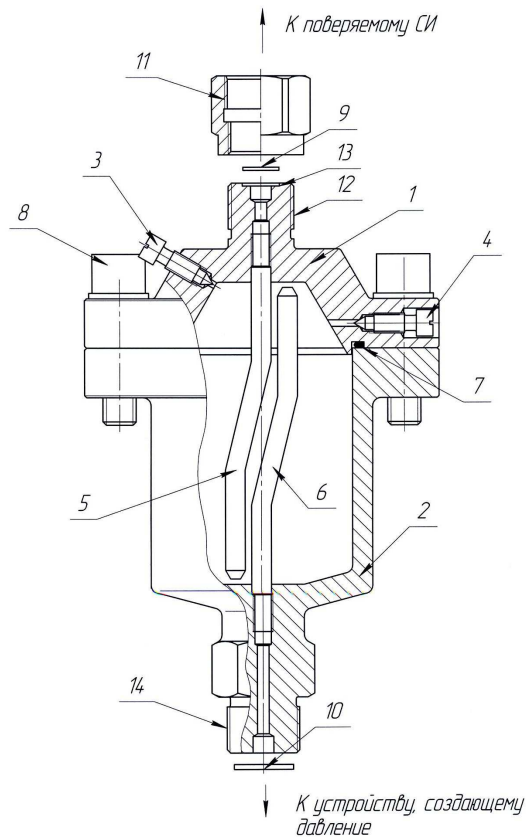

Рис. 1. Разделитель гидравлический безмембранный:
Конструкция устройства показана на рис. 1.
4.1. Разделитель состоит из верхней 1 (рис. 1) и нижней 2 части. В обе части герметично вкручены трубки 5 и 6. В верхней части расположены винты 3 и 4 для заполнения разделителя рабочими жидкостями. Для присоединения поверяемых СИ на верхней части имеется штуцер 12 с резьбой М20х1,5 LH, на который накручивается (против часовой стрелки) присоединительная гайка 11. Для уплотнения присоединяемых СИ используется резинометаллическое уплотнение 9, которое устанавливается в проточку 13 штуцера. Данное уплотнение обеспечивает герметичность при малых усилиях затяжки при соединительной гайки (рукой). Нижняя часть имеет вкрученный штуцер 14 с резьбой М20х1,5 для присоединения к устройству, создающему давление. Для обеспечения герметичности с устройством, создающим давление, необходимо применять уплотнения, входящие в состав этих устройств (резинометаллическое, резиновое кольцо или другое специальное эластичное уплотнение). Обе части соединяются с помощью винтов М10 поз.8, уплотнением является резиновое кольцо круглого сечения.